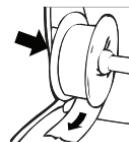

Figure 9
- 6 Insérez la bobine d'étiquette dans la fente du couvercle de l'imprimante avec les étiquettes sortant de dessous du rouleau. (Figure 9)
- 4 Choisissez le **Rouleau gauche** ou le **Rouleau droit** de la liste à défilement descendant des **Rouleaux d'étiquettes** pour choisir le côté de l'imprimante où se trouvent les étiquettes d'adresse. Voir la figure 9.